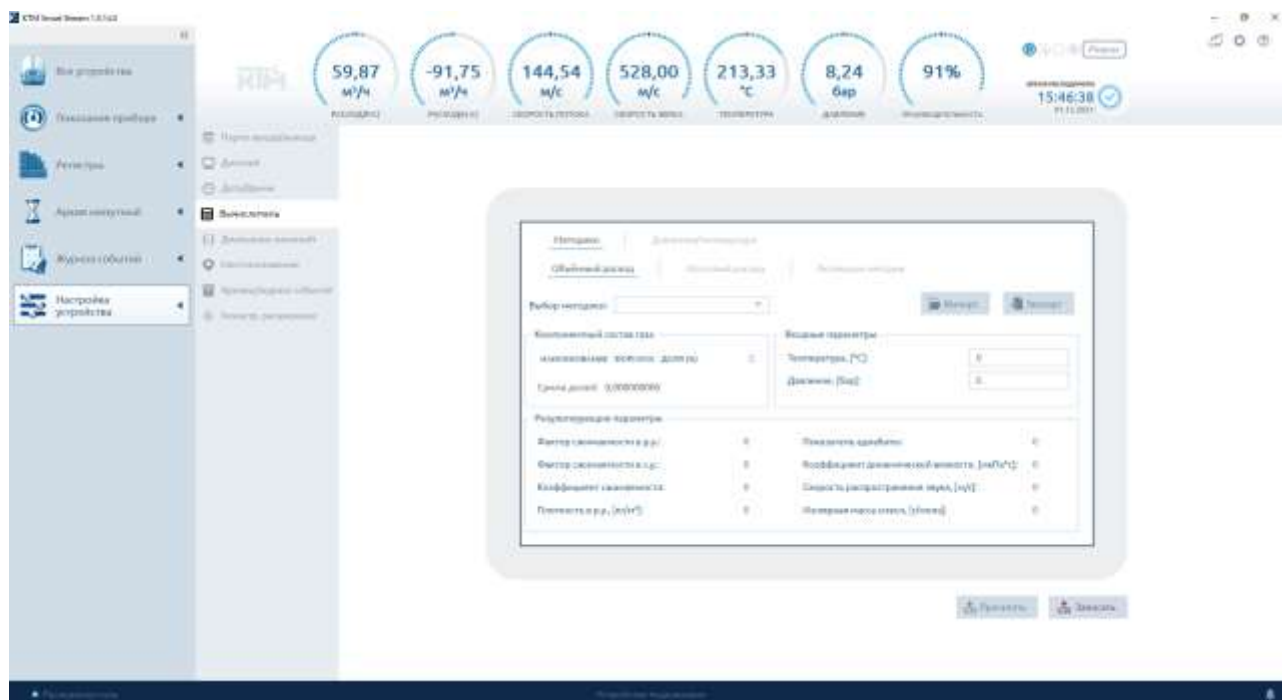

Рисунок 58 – Настройки вычислителя
- установить компонентный состав и параметры измеряемой среды (рисунок 58);